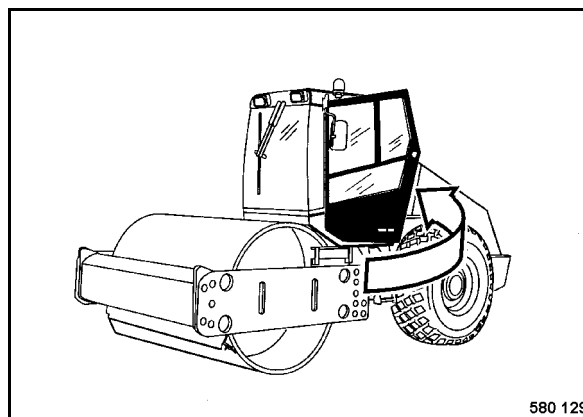

Fig. 42
- Cerrar la puerta de la cabina (Fig. 42).